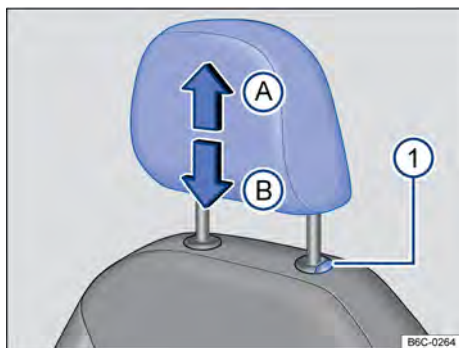

Fig. 70 Apoio para cabeça: ajustar, desinstalar e instalar.
- Deslocar o apoio para cabeça para cima (A) ou para baixo (B) na direção da seta com o botão → Fig. 70 ❶ pressionado → ▲ em *Introdução ao tema* na página 90.
- Retirar o apoio para cabeça com o botão → Fig. 70 ❶ pressionado na direção da seta (A).
- Empurrar o apoio para cabeça totalmente para baixo na direção da seta (B) com o botão → Fig. 70 ❶ pressionado.
- Empurrar o apoio para cabeça para baixo com o botão na direção da seta (B) → Fig. 70 ❶ pressionado.